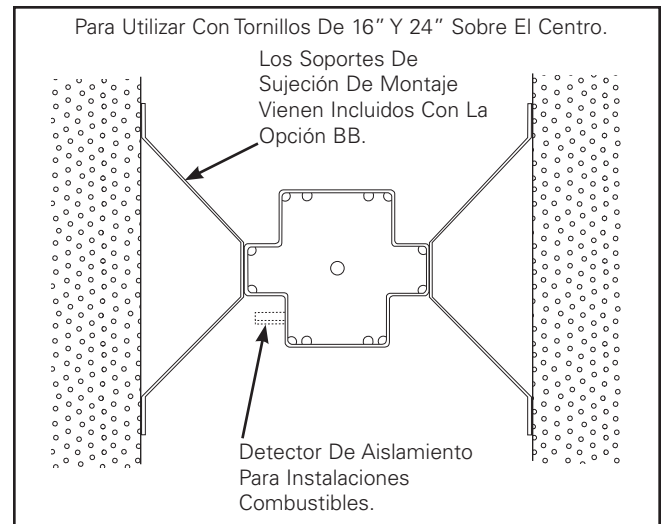

Figura 4. Montaje Sobre Soportes/Caja
2. Asegúrese de que el detector de aislamiento esté presionado en el lateral izquierdo inferior de la caja de distribución directa. Utilice los soportes de sujeción de montaje incluidos con la unidad para asegurar a la caja al marco del soporte (Figura 4.). Estos soportes se adaptan a tornillos de sujeción de 24" en sus centros, pero pueden doblarse para adaptarlos a tornillos de 16" en sus centros también. El soporte permite un recorrido de 1" (2,54 cm) hacia la superficie externa. La superficie externa del frente de la caja debe estar a ras con la parte externa terminada de la pared para garantizar una instalación adecuada. Se debe colocar material de barreras de vapor (sellador de silicona) alrededor del perímetro entre la unidad y la pared acabada para evitar el ingreso de agua.